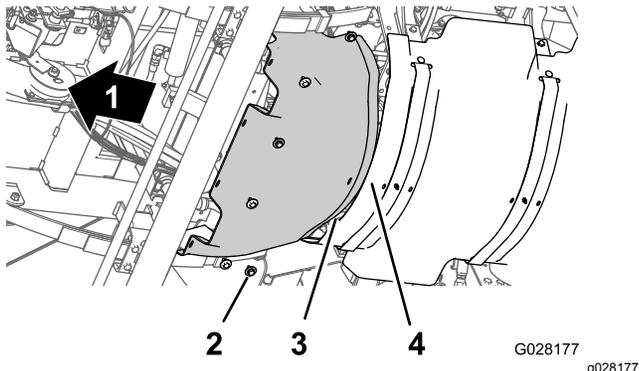

Figura 60
1. Alinee la brida trasera del protector térmico delantero sobre la brida delantera del protector térmico trasero (Figura 60).
2. Alinee los taladros del protector térmico delantero con los taladros roscados del chasis (Figura 60).
3. Monte el protector térmico delantero en la máquina con los seis pernos de cabeza hexagonal y las seis arandelas (Figura 60) que retiró en el paso 3 de Retirada del protector térmico delantero (página 53).